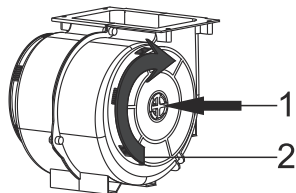

Fig. 6: FILTRU DE CARBON
- 1-Puneți filtrul de carbon în locașul corespunzător.Fig. 6
- 2-Rotiți filtrul de carbon în sensul acelor de ceasornic și asigurați-vă că acesta este poziționat corect.Fig. 6